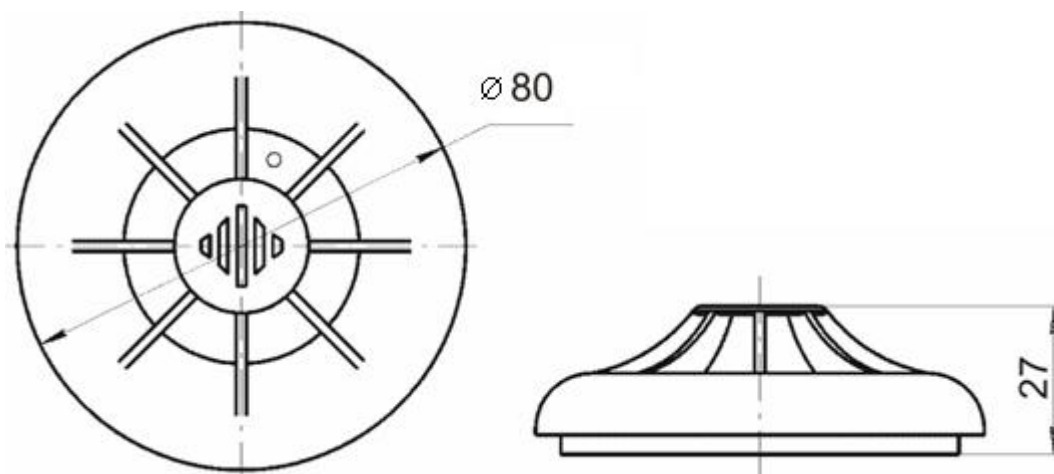
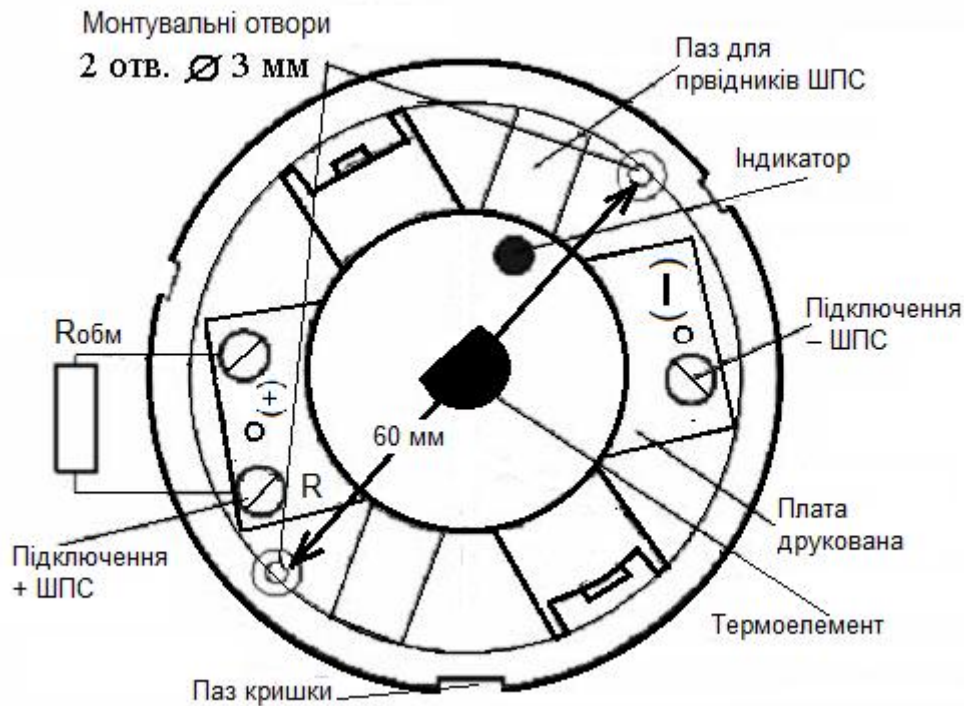

Рис. 1 Зовнішній вигляд та габаритні розміри сповіщувача
Рис. 2
5.3 Сповіщувач розміщують з урахуванням габаритних розмірів згідно рис. 1, рис. 2.